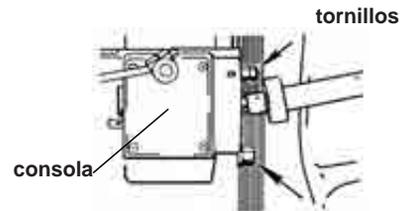

Fig. 9
- e) Bloquee la consola (Fig. 9).